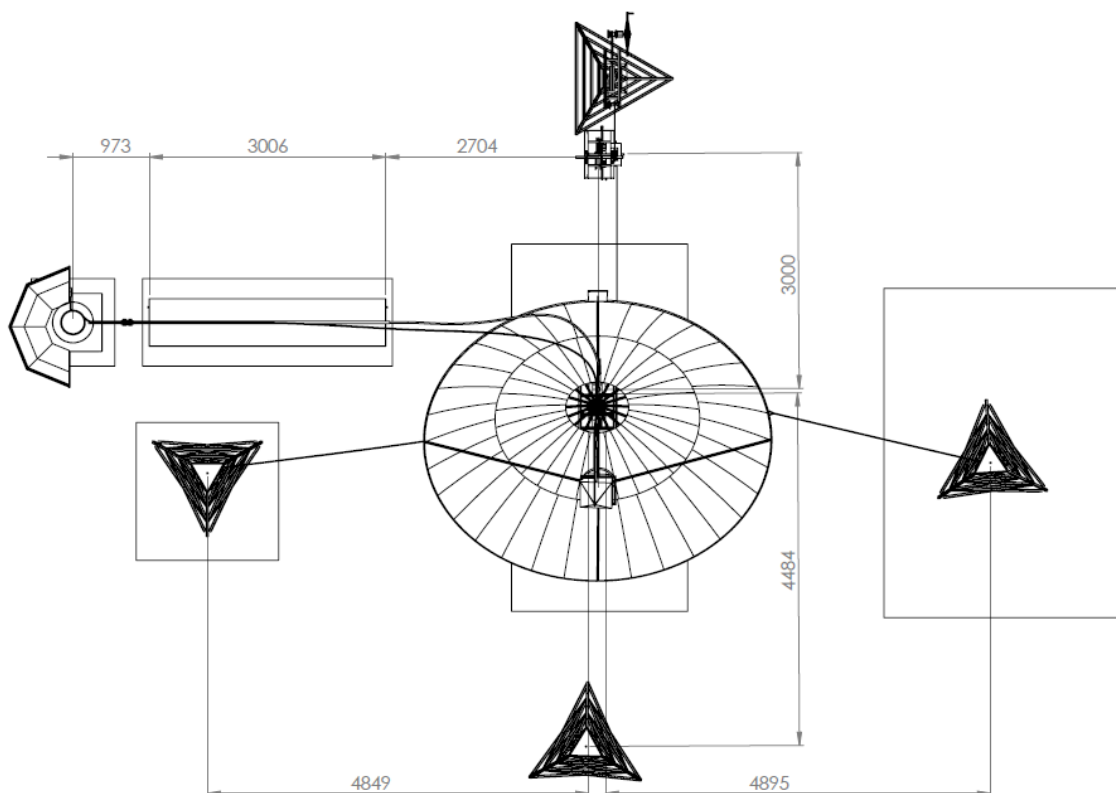
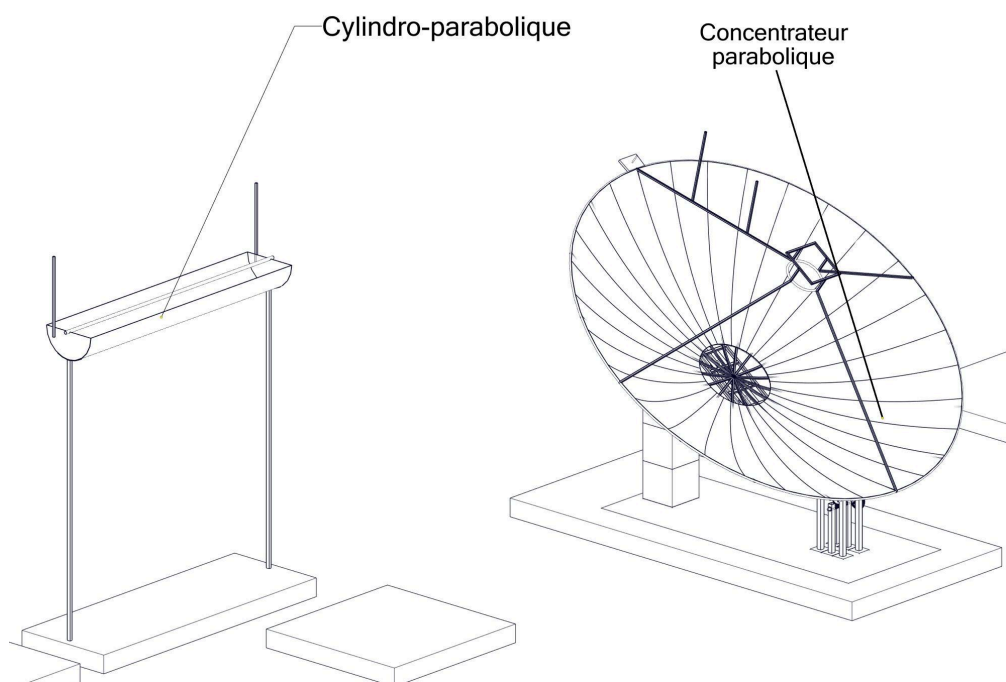

Figure 3 : Plan 2D d'installation
Figure 4 : Schéma d'installation du collecteur cylindro-parabolique
- Positionner le collecteur cylindro-parabolique à 2,7 m à gauche du concentrateur parabolique selon le plan fourni sur la figure 3 et la figure 4
- Puis placer le château d'eau avec les 3 réservoirs à gauche du collecteur cylindro-parabolique suivant le plan de la figure 3 et la figure suivante